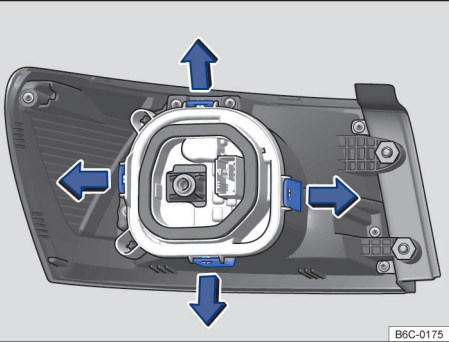

Fig. 134 Lanterna traseira: desinstalar o suporte das lâmpadas
9. Para destravar o suporte das lâmpadas, pressionar cada lingueta de travamento → Fig. 134 no sentido das setas.
15. Instalar o suporte das lâmpadas na lanterna traseira. As linguetas de travamento → Fig. 134 devem encaixar de forma audível.